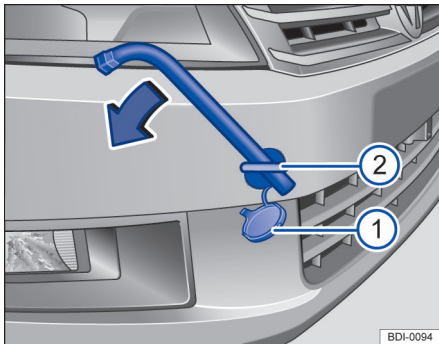

图 170 在保险杠的右前部：安装牵引环
- 将牵引环朝箭头方向拧入螺纹孔内，直到限位位置⇒图 170。